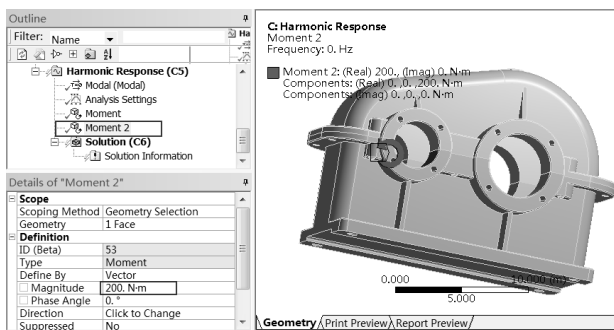

图 7-50 数值设定
Step6: 如图 7-50 所示, 同样方式设置另一个轴承的大小, 其值为 $200\text{N} \cdot \text{m}$, 方向与上一步相反, 完成力矩的设置。